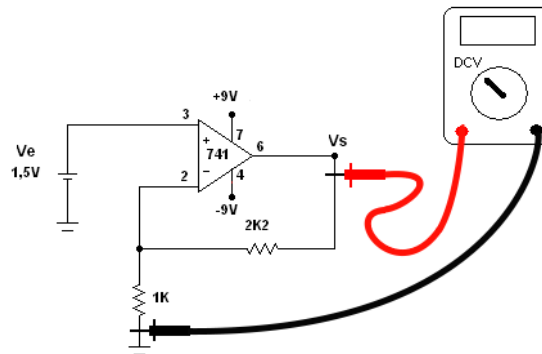
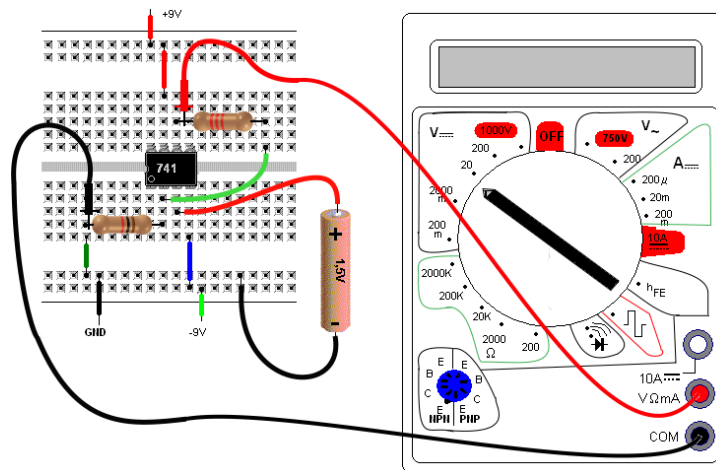

Figura 3: Amplificador Não Inversor - circuito experimental com entrada positiva
Figura 4: Sugestão de montagem na MP do circuito da Figura 3
1. Para o circuito da Figura 3 calcule o ganho (A_{vf}) e em seguida a tensão na saída. Anote esses valores como A_{vf} (calculado) e V_s (calc.)
2. Monte o circuito da Figura 3 na MP de acordo com a sugestão da Figura 4. Meça o valor exato da tensão da pilha e anote como V_e (efetivo). Meça a tensão de saída e anote.